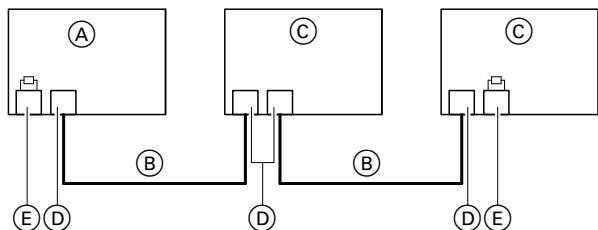

Abb. 58
- Der Viessmann CAN-BUS ist für die BUS-Topologie „Linie“ mit beidseitigem Abschlusswiderstand (Terminierung) ausgelegt: Siehe Abb. 58.